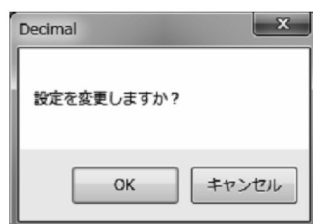

図89
⑤ 全ての設定が完了し、「OK」ボタンをクリックすると、メッセージボックス(図89)が表示されます。